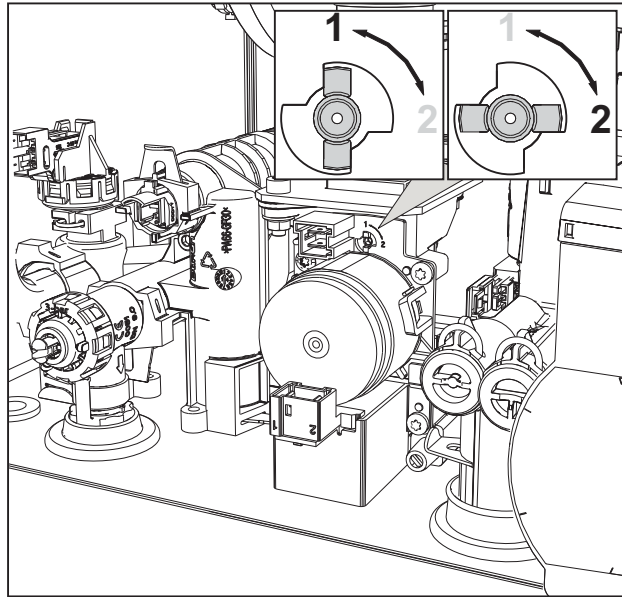

fig. 32
3. Rotiți Throttle (fig. 32) în funcție de poziția indicată în tabel 7.